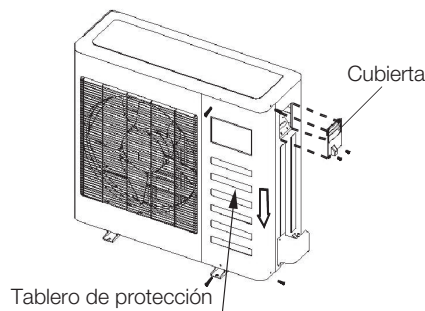

Fig. 17-1
- Ocultar los tornillos de la cubierta. (Si no existe una cubierta en la unidad exterior, desmontar los tornillos del tablero de mantenimiento y colocarlos en dirección a la flecha para quitar el tablero de protección) (Ver Fig. 17-1)